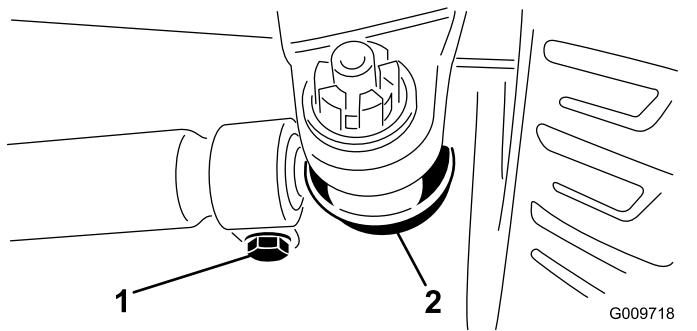

Figura 83
- Para ajustar, remova o contrapino e a porca de cada uma das rótulas da barra de ligação (Figura 83). Remova a rótula da barra de ligação do suporte do eixo.
4. Desaperte as abraçadeiras que estão em ambas as extremidades das barras de ligação (Figura 83).
5. Rode a rótula desligada para dentro ou para fora uma (1) volta completa e aperte o grampo na extremidade solta da barra de ligação.